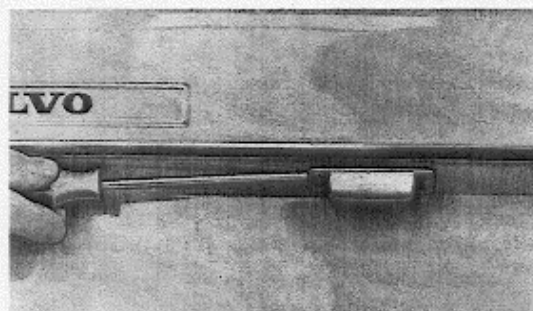

Abb. 3-3 Ausbau der Kennzeichenbeleuchtung
1. Kennzeichenleuchte mit Hilfe eines Kreuzschraubenziehers gemäß Abb. 3-3 ausbauen.